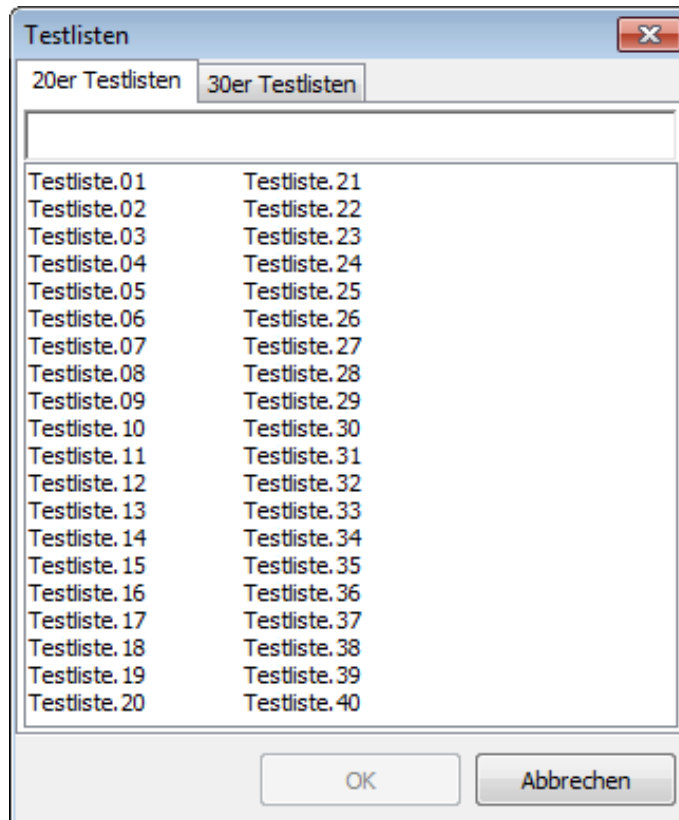

Abbildung 9: Manuelle Auswahl einer Testliste
Wenn Sie den Knopf „...“ anklicken, wird ein Dialog zur manuellen Auswahl einer Testliste angezeigt (Abbildung 9). Dabei können Sie ggf. zwischen Testlisten verschiedener Länge wählen, indem Sie die entsprechende Karteikarte wählen. Zukünftig wird das System auf diese Auswahl zurückgreifen und Ihnen eine Testliste der entsprechenden Länge vorauswählen. Bei der Messung „Englischer (US) Matrix Test“ stehen nur 20er-Testlisten zur Verfügung.